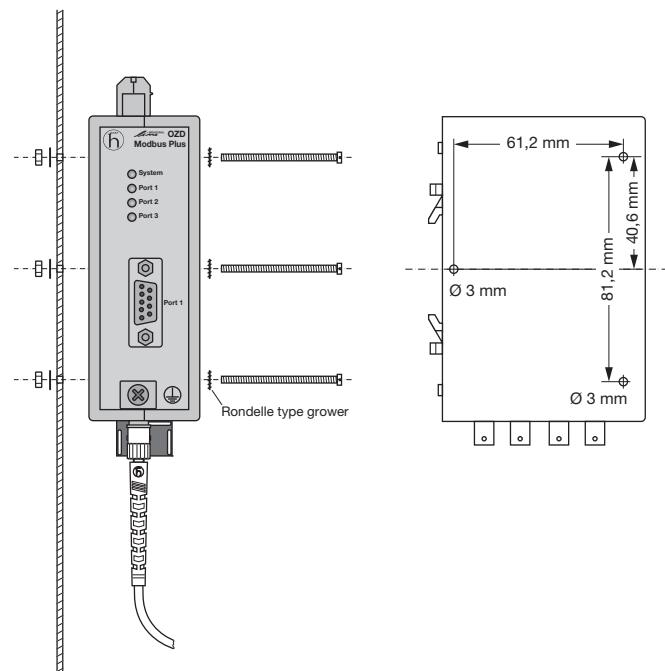

Fig. 10: Montage du Interface sur une plaque de montage
- ▶ Réaliser trois orifices dans la plaque de montage, conformément au schéma de perçage représenté sur la figure 10.